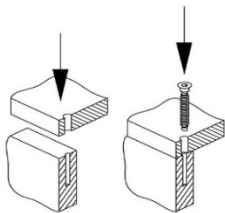
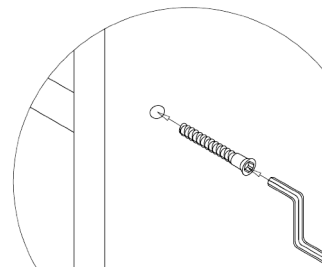

Рис. 5 – Установка винтов-конфирматов
Рис. 6 – Соединение винтом-конфирматом
- В сквозные отверстия $\varnothing 8$ мм пластей крышки (5), нижнего щита (2) вставьте конфирматы и соедините с перегородками (6,7), (Рис.5), закрутив их ключом для конфирматов (Рис.6).